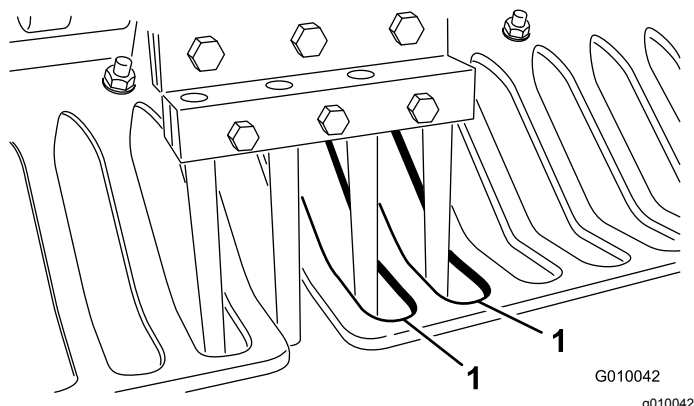

Figura 27
- Compruebe que los taladros están centrados respecto a las ranuras de los protectores de césped (Figura 27). Ajuste los protectores de césped según sea necesario y apriete las tuercas.